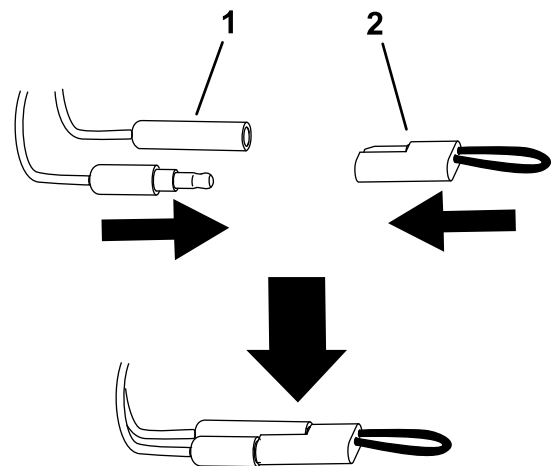

Рисунок 12
5. Разъедините калибровочные разъемы и установите на них заглушку (Рисунок 12).